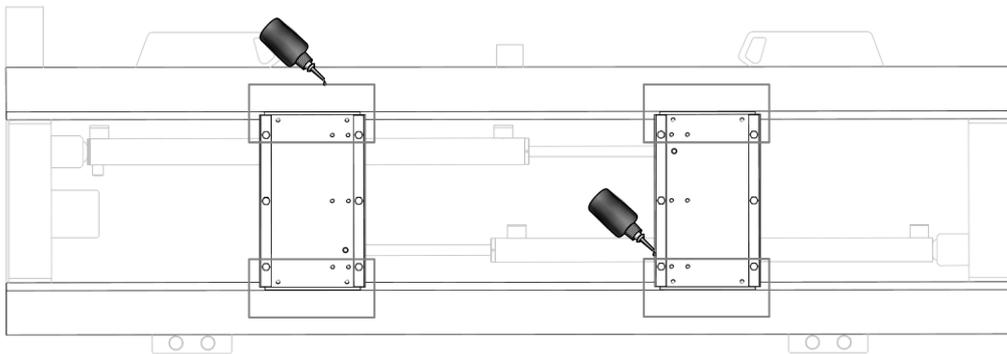
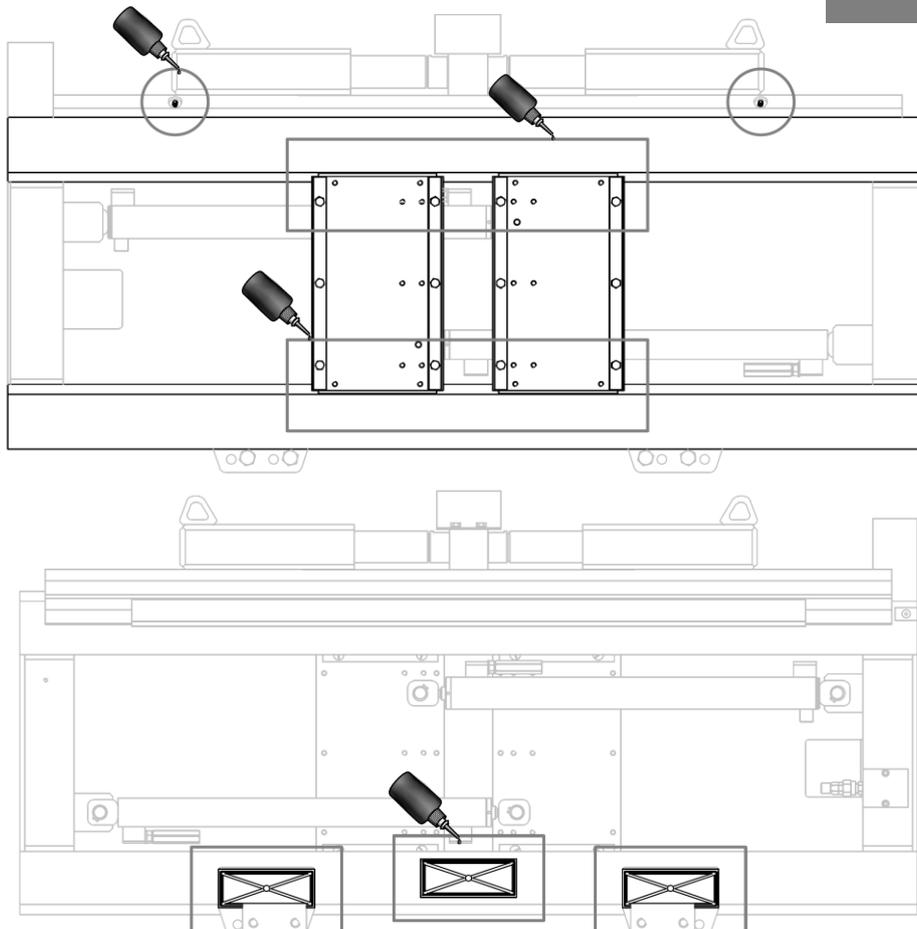

Figure 22
Figure 23
5. Nettoyer et lubrifier toutes les composants de glissement (voir *Figure 22* et *Figure 23* page 32).